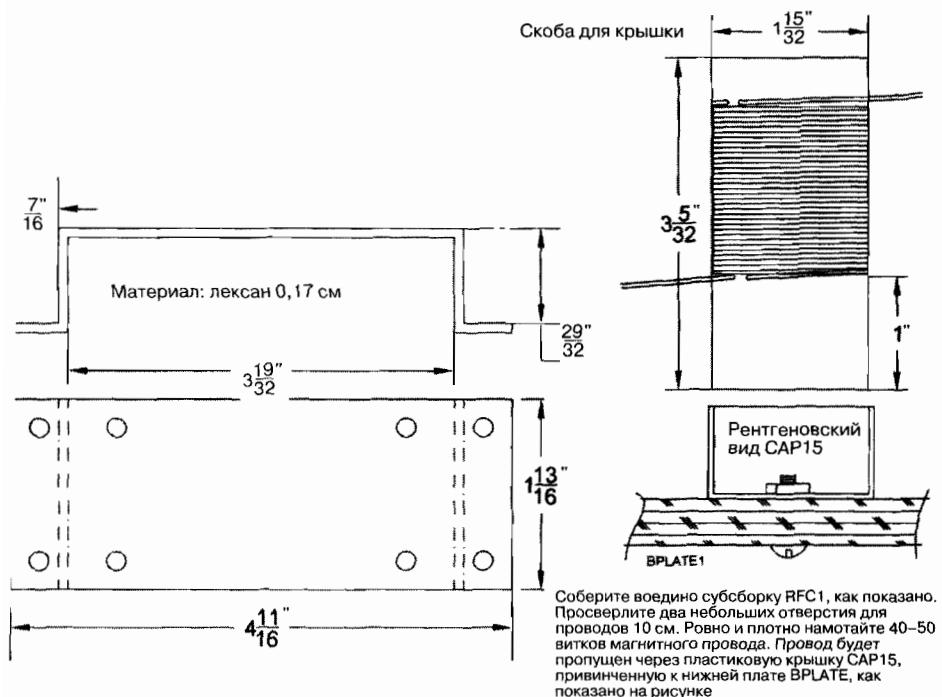

Рис. 14.5. Скоба для крышки СВКТ1 и сборка высокочастотного дросселя RFC1
- Соберите сборки высокочастотного дросселя RFC1 и изгответьте скобу конденсатора СВКТ1, как показано на рис. 14.5. Просверлите два небольших отверстия для соединительных проводов длиной 10 см. Ровно и плотно (виток к витку) намотайте 40–50 витков магнитного провода #26.